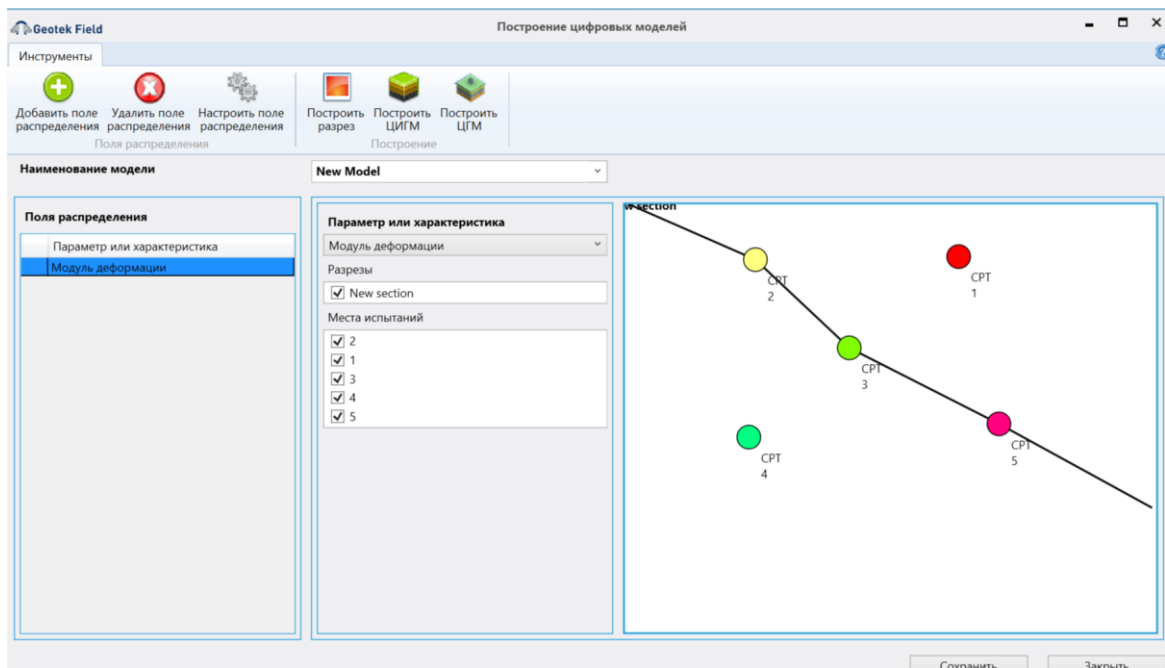
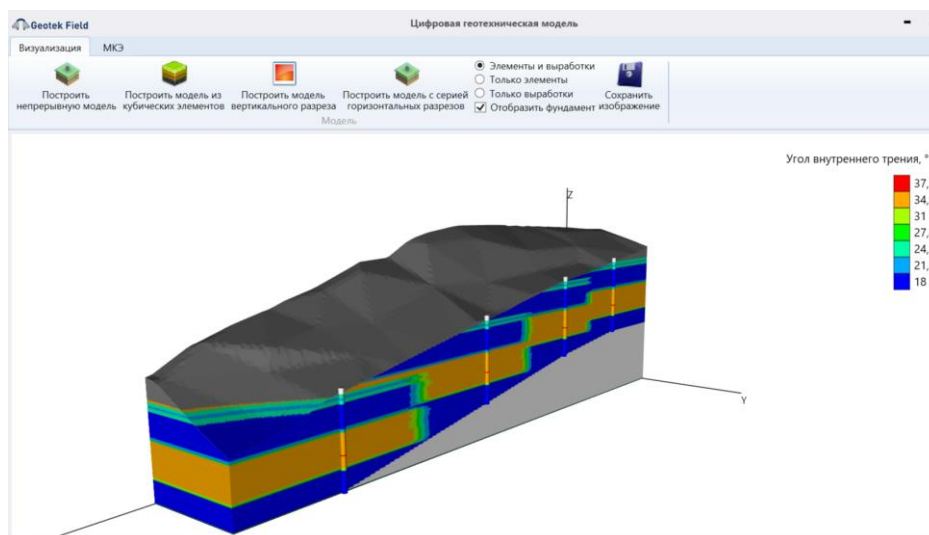

Рис. 13.14. Выбор вкладки «Построить разрез»
Рис. 13.16. 3D модель с разрезом
2. Строим ЦГМ, используя вкладку «Построить ЦГМ» (рис. 13.14). В результате получаем 3D модель с заданным направлением разреза (см. рис. 13.16).